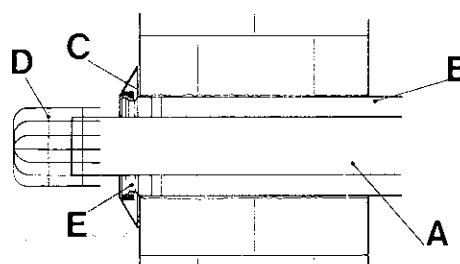

Fig. 1
È disponibile l'accessorio "Collettore Standard" (fig. 1) costituito da un tubo di scarico fumi **A** di diametro 60 mm e lunghezza 850 mm, munito di terminale antivento **D**, di tubo aspirazione aria di diametro 100 mm e lunghezza 795 mm, di un collare in gomma **C** per la parete esterna e di una curva concentrica a 90° con relative fascette per il montaggio
- Preparare i tubi tagliandoli alla lunghezza appropriata al tipo di installazione, quindi introdurre il tubo fumi nel tubo aria fino a raggiungere il fermo E (Fig. 1) posto all'estremità della guaina. Se l'operazione è eseguita correttamente, la sporgenza del tubo fumi Ø 60 rispetto al tubo aria Ø 100, risulterà di 7,5 mm